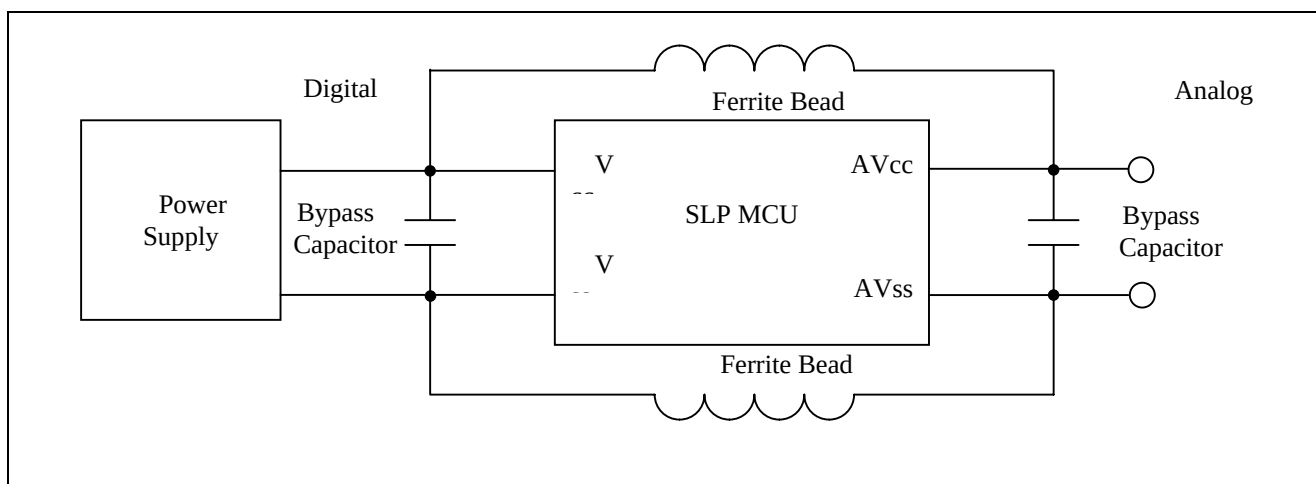

图 10 电源的分配方法
- 如图 10 所示，作为控制噪声的简单方法，必须将不同的电源分别用于（1）低速低电流的模拟功能和（2）高速中功率的数字功能。